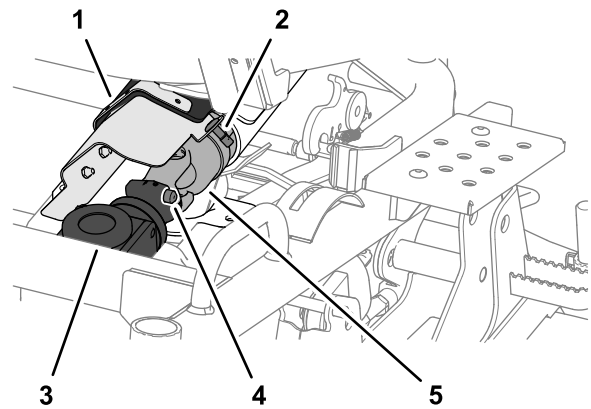

Bild 112
1. Drehen Sie die Viertelumdrehungsbefestigung und öffnen Sie die Abdeckung des Antriebsgelenks von der Riemenabdeckung (Bild 112).
2. Drücken Sie den Federstift und ziehen Sie das Ende der Antriebswelle nach hinten, um das vordere Ende der Antriebswelle vom Mähwerkgetriebe abzutrennen (Bild 112).
1. Fluchten Sie die Keile des Antriebsgelenks der Antriebswelle mit den Keilen in der Getriebekupplung aus, siehe Bild 112 in Trennen Sie die Antriebswelle vom Mähwerkgetriebe ab. (Seite 79).
2. Drücken Sie den Federstift und drücken Sie dann das Ende der Antriebswelle nach vorne, siehe Bild 112 in Trennen Sie die Antriebswelle vom Mähwerkgetriebe ab. (Seite 79).
3. Lassen Sie den Federstift los und prüfen, ob das Antriebsgelenk der Antriebswelle im Mähwerkgetriebe arretiert ist, siehe Bild 112 in Trennen Sie die Antriebswelle vom Mähwerkgetriebe ab. (Seite 79).
4. Schließen Sie die Abdeckplatte des Antriebsgelenks und befestigen es mit der Viertelumdrehungsbefestigung an der Riemenabdeckung, siehe Bild 112 in Trennen Sie die Antriebswelle vom Mähwerkgetriebe ab. (Seite 79).